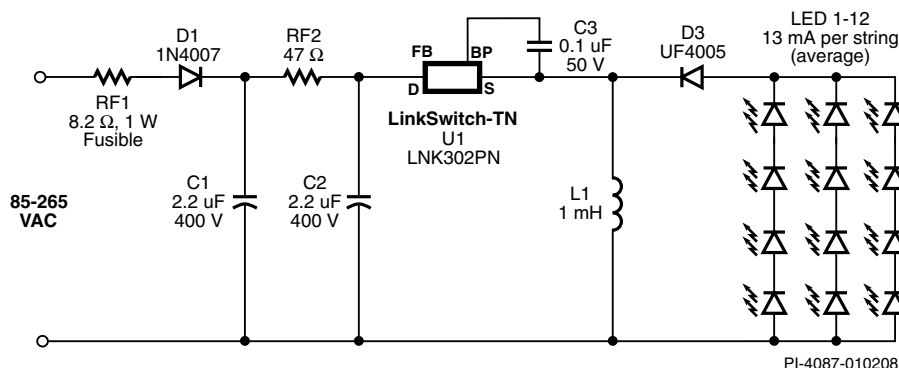

图1. 0.5 W、12.9 V、40 mA的恒流LED驱动器，使用非隔离Buck-Boost拓扑
- 图1所示电路总的输出电流容差为 $\pm 12\%$ （包括 50°C 的DT）。
- 图1所示电路使用低成本电阻型 π (π)型滤波作为差模滤波。对于输出功率大于 0.5 W 的设计，推荐使用电感型 π 滤波。